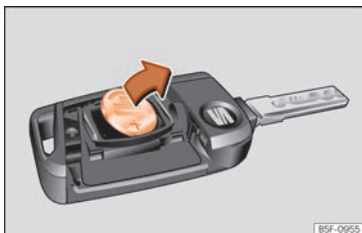

Fig. 95 Llave del vehículo: extracción de la pila.
- Extraiga la pila del compartimento con un objeto fino adecuado »» fig. 95.
- Coloque la pila nueva tal como se muestra »» fig. 95 y presiónela en el compartimento para la pila en sentido contrario a la flecha »» ②.